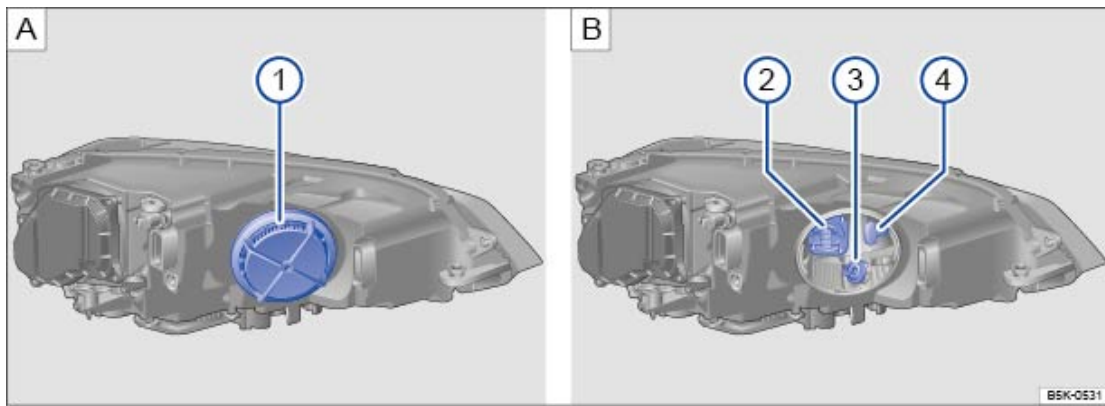

Fig. 245 Dans le compartiment-moteur : ① cache dans le projecteur avant gauche, ② feux de braquage, ③ clignotants, ④ feux de position et feux de jour.
| → Fig. 245   | ②  | ③   | ④  |
| → Fig. 245   | ②  | ③  | ④  |